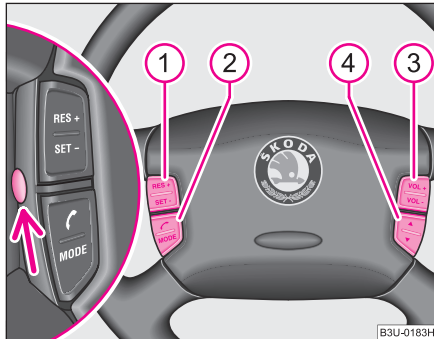

Fig. 124 Volanul multifuncțional: tastele de comandă
Tastele ①, ②, ③ și ④ ⇒ fig. 124 permit utilizarea funcțiilor principale ale instalației de reglare a vitezei de croazieră, ale radioului sau telefonului. Luați în considerare informațiile suplimentare din manualele de utilizare respective.
Instalația de reglare a vitezei de croazieră se utilizează de la tastele ① și ②, iar la echiparea cu telefon, numai de la tasta ① ⇒ fig. 124.
- După atingerea vitezei dorite, apăsați scurt tasta ① ⇒ fig. 124 în poziția SET-. Autovehiculul menține constantă viteza memorată, fără a fi necesară acționarea pedalei de accelerație.
- Viteza memorată poate fi **redușă** prin apăsarea tastei ① ⇒ fig. 124 în poziția SET-. Viteza scade atâta timp cât se menține tasta apăsată. După atingerea vitezei dorite, eliberați tasta. Astfel viteza nou memorată este preluată în memorie. ►
- Dacă eliberați tasta la o viteză sub 30 km/h, viteza nu se va memora, memoria se șterge. Viteza trebuie memorată după depășirea vitezei de 30 km/h, prin apăsarea tastei ① în poziția **SET**.
- Viteza memorată poate fi **mărită** prin apăsarea tastei ① în poziția **RES+**. Viteza crește atâta timp cât se menține comutatorul apăsat. După atingerea vitezei dorite, eliberați tasta. Astfel viteza nou memorată este preluată în memorie.
- La echiparea fără telefon, instalația de reglare a vitezei de croazieră se dezactivează temporar de la tasta ② ⇒ pagina 135, fig. 124 în poziția **CANCEL**, iar la activarea cu telefon, prin deplasarea comutatorului ① în poziția intermediară de dinaintea poziției **OFF** ⇒ pagina 128.
- Viteza memorată poate fi reluată prin apăsarea tastei ① în poziția **RES+**.
Radioul se acționează de la tastele ③ și ④, la varianta cu telefon de la tastele ②, ③ și ④ ⇒ pagina 135, fig. 124.
Când comutați în regimul de funcționare Telefon de la tasta **MODE** de pe volanul multifuncțional ⇒ pagina 135, fig. 124 și telefonul nu se află în adaptor, pe display se afișează **INSERT PHONE (INTRODUCEȚI TELEFONUL)**. După așezarea telefonului în adaptor, pe display se afișează **PHONE IN (TELEFON INTRODUS)**.